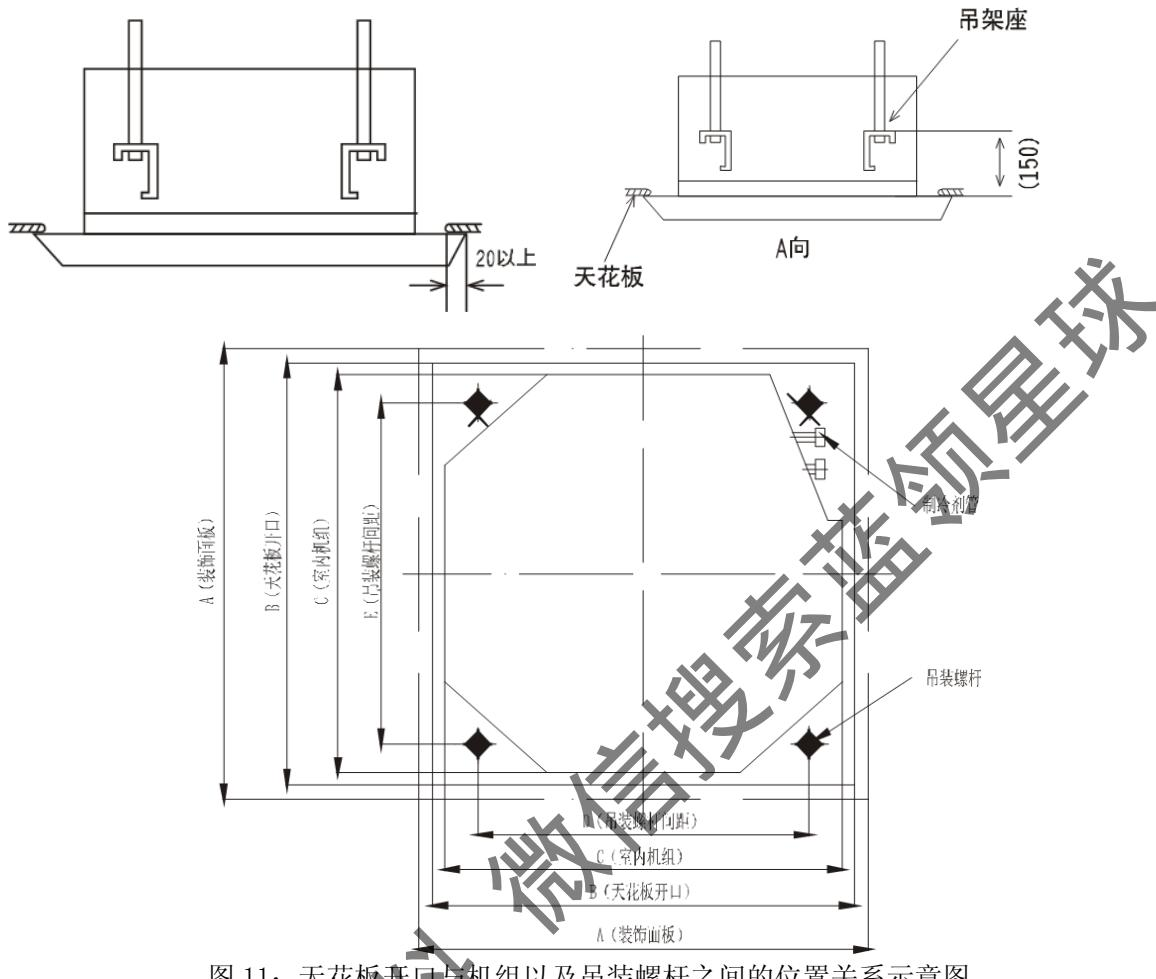

图 11: 天花板开口与机组以及吊装螺杆之间的位置关系示意图
- 1) 天花板开口与机组以及吊装螺杆之间的位置关系见下图 11 及表 2 (单位: mm)